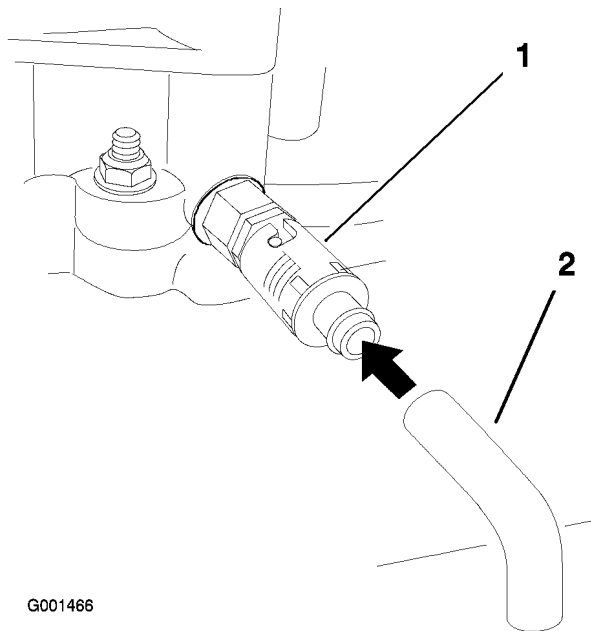

Figure 39
6. Tournez le robinet de vidange pour permettre à l'huile de s'écouler (Figure 39).